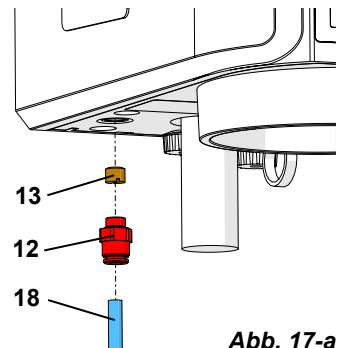

Abb. 17-a
**Eingangsfilter gesteckt, vor dem Druckluftanschluss (Abb. 17-b).**
- ⇒ Ring am Eingangsfilter (13) hoch drücken und Druckluftschlauch (18) abziehen.
- ⇒ Ring am Druckluftanschluss (12) hoch drücken und Eingangsfilter (13) abziehen.